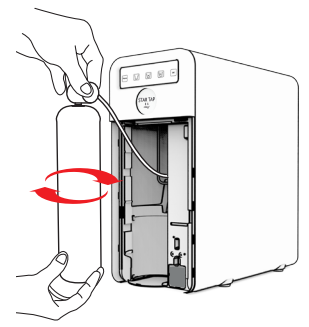

Fig. 5-14
42.3 - Disaccoppiare il filetto femmina del riduttore con il filetto maschio della valvola della bombola, vedi Fig. 3-14. Tenendo fermo il riduttore con una mano, ruotare la bombola con l'altra mano svitandola in senso antiorario, vedi Fig. 5-14. **Tenere la bombola verticale con la valvola rivolta verso l'alto**, fino a che le due parti risultano essere completamente svitate. Svitare ulteriormente a mano bombola e riduttore applicando una leggera forza, l'eventuale sfiato di una piccola quantità di gas è da considerare normale.